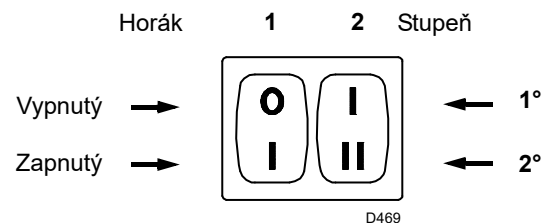

Fig. 19
- Spustíte horák zatvorením diaľkových ovládaní a s vypínačom 1)(Fig. 19) v polohe „ZAPNUTÉ“. Čerpadlo sa musí otáčať v smere šípky uvedenej na kryte.
- Keď nafta uniká zo skrutky 4) alebo 8), čerpadlo je zapojené. Zastavte horák: vypínač 1)(Fig. 19) v polohe „VYPNUTÝ“ a priskrutkujte skrutku 4) alebo 8).